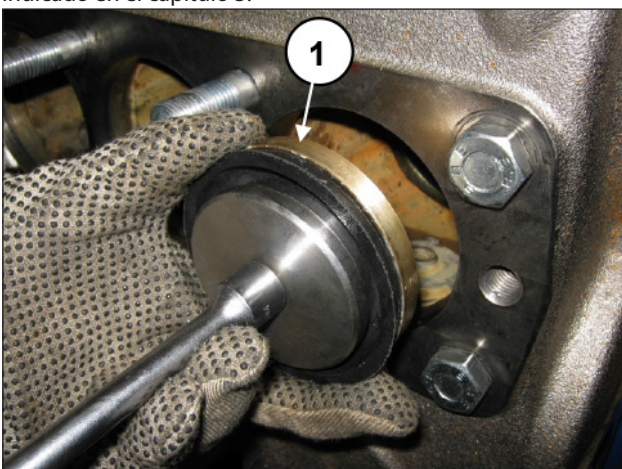

Fig. 131
Utilizando una llave en T, introducir la junta pistón dentro del cilindro (pos. ①, Fig. 131) con el grupo distanciador del pistón en el PMS, sin dañar el labio de estanqueidad.